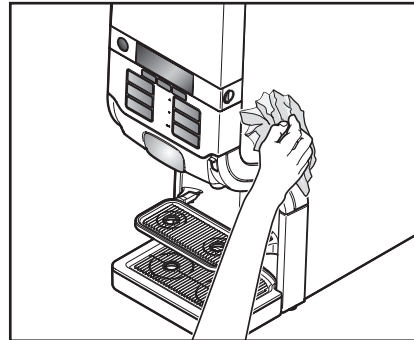

Fig. 28
6. Essuyez les surfaces extérieures du distributeur avec un chiffon humide et propre (fig. 28).